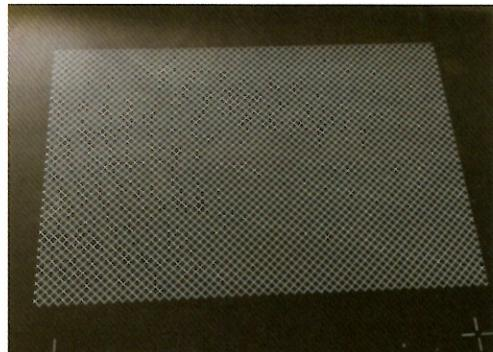

図3 トナーで現像（静電潜像が見える）
- ④フィルムに印刷版を重ねて電圧を印加する(目に見えない静電潜像ができる)
- ⑤トナーで現像する(目に見えない静電潜像が可視化する、図3)